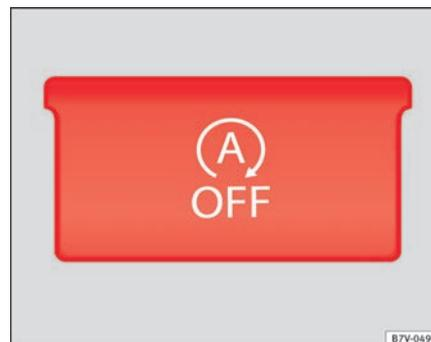

Abb. 147 Ansicht der Mittelkonsole: Taste für den Start-Stopp-Betrieb. ►
- Taste  in der Mittelkonsole drücken ⇒ Seite 231, Abb. 147.